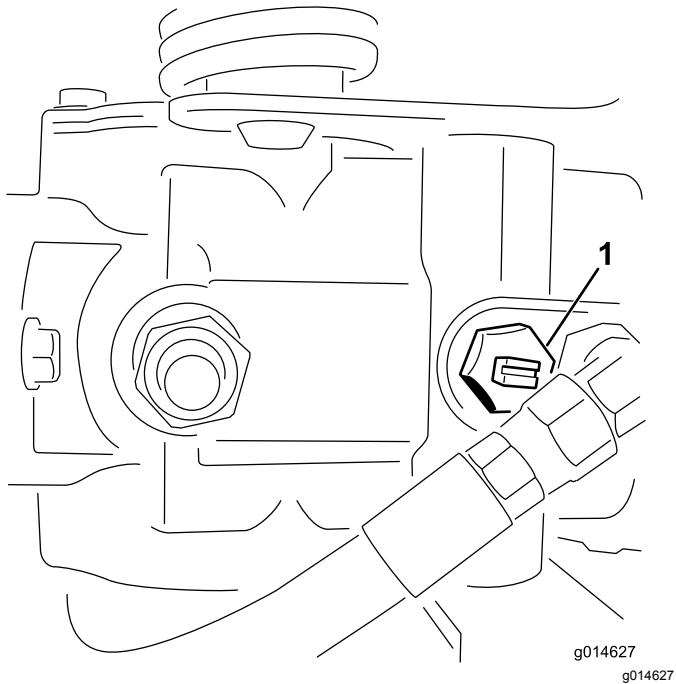

Рисунок 25
- Найдите на насосе перепускной клапан и поверните его так, чтобы паз был вертикален (Рисунок 25).
- Перед запуском двигателя закройте перепускной клапан, повернув его так, чтобы паз находился в горизонтальном положении (Рисунок 25).